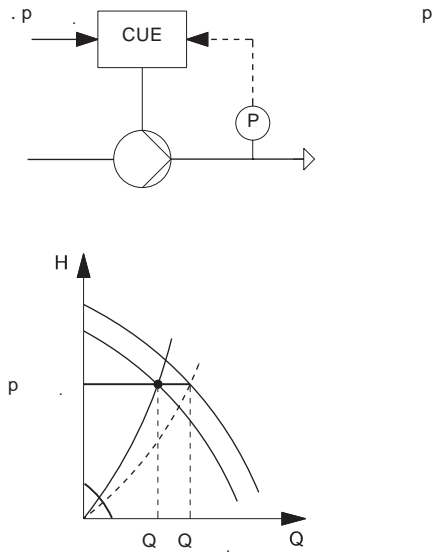

Рис. 106 Регулирование по постоянному давлению
Контроллер PID сравнивает требуемое установленное значение ( $p_{уст.}$ ) с фактическим значением ( $p$ ), измеренным датчиком (P). См. рис. 106.